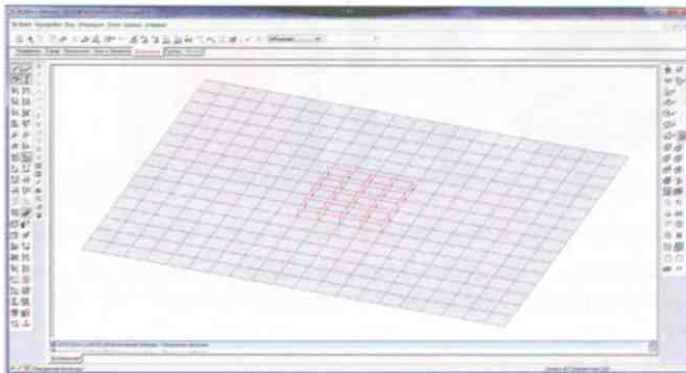

Рис. 4.7-12. *Нагрузка на плиту*
- нажать кнопку  в инструментальной панели режима **Загружения** или клавишу **Enter** на клавиатуре (если активировать фильтр **Распределенные нагрузки**, то введенная нагрузка будет показана на расчетной схеме — рис. 4.7-12);